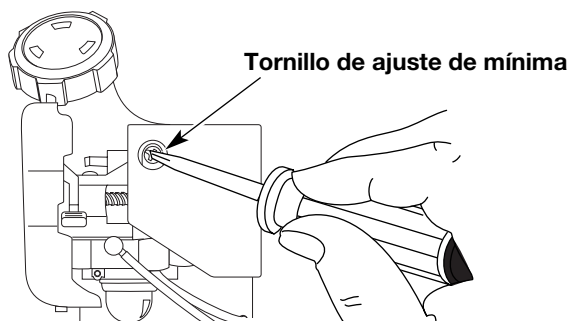

Fig. 61
La velocidad mínima del motor puede ser ajustada. Puede tener acceso al tornillo de ajuste de mínima a través de un orificio en la parte superior de la cubierta del motor (Fig. 61).
2. Suelte el gatillo del regulador y deje que el motor funcione en mínima. Si el motor se para, inserte un destornillador Phillips pequeño o un destornillador de vástago plano en el orificio de la cubierta del motor (Fig. 61). Gire el tornillo de mínima hacia adentro, en sentido horario, de a 1/8 de vuelta por vez (según sea necesario) hasta que el motor funcione en mínima suavemente.